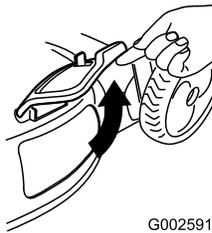

Figure 30
- Lift open the side discharge door (Figure 30).